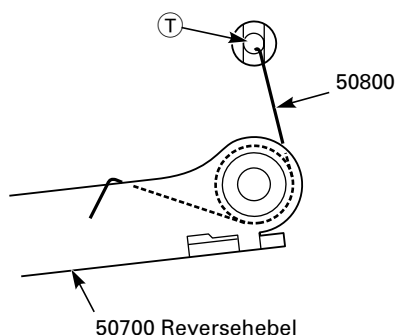

Fig. 8.30
- Ein Ende der Reversehebelfeder (50800) in das Loch T des Laufwerks stecken und das andere Ende am Reversehebel (50700) einhängen (siehe Fig. 8.30).